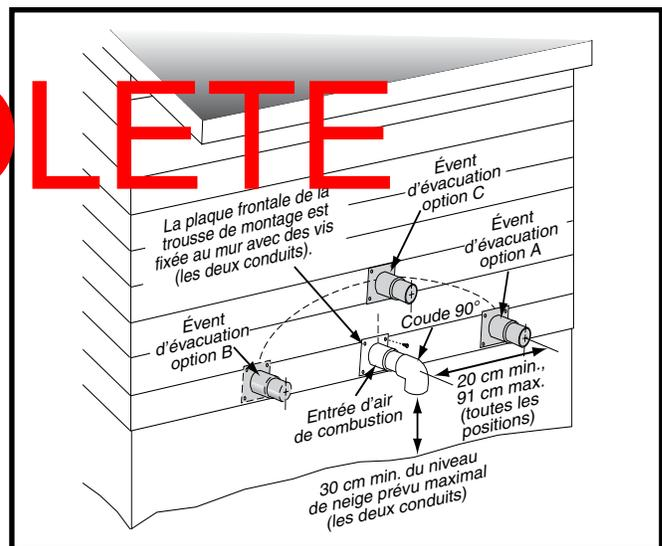
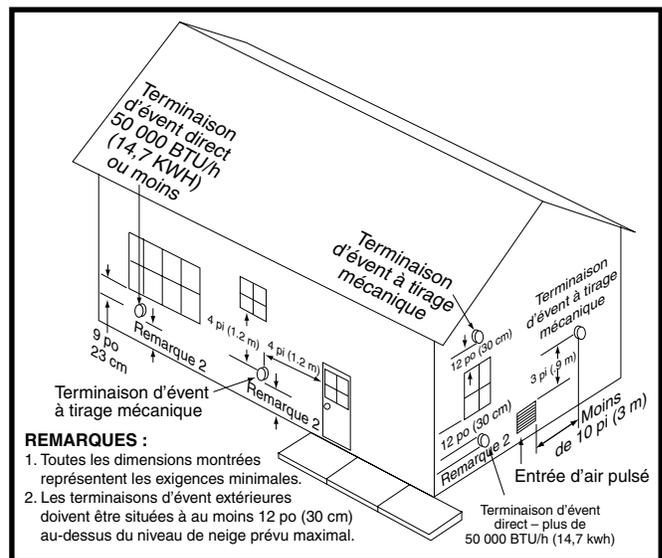
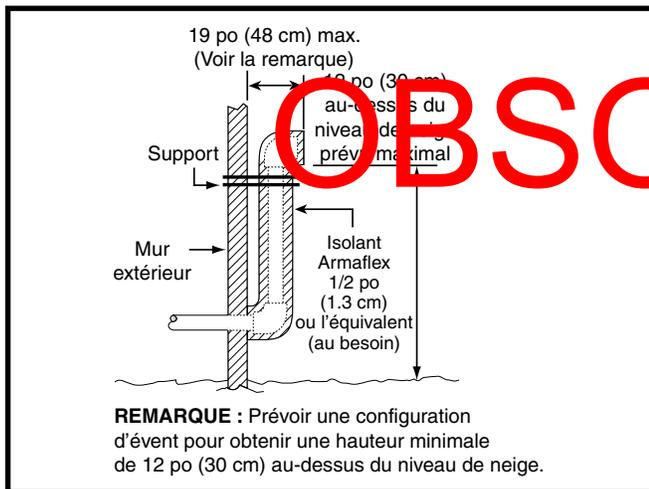

Figure 7. Dégagements du conduit d'admission et du conduit d'évacuation
Figure 8. Emplacements de l'événement
Figure 9. Autre installation d'un conduit d'évent horizontal
- Les terminaisons d'événement et d'admission d'air de combustion doivent être installées comme indiqué aux Figure 7 et Figure 8, et conformément à ces directives :
- Tous les dégagements minimaux doivent être maintenus pour protéger les matériaux du bâtiment contre la dégradation causée par les gaz de combustion. Consulter la Figure 8.
- Lorsque le conduit d'événement doit sortir par un mur extérieur à proximité du niveau du sol ou du niveau de neige prévu et qu'il n'est pas possible d'obtenir les dégagements indiqués à la Figure 7, il est possible d'utiliser une conduite montante, comme indiqué à la Figure 9 (page 12). Il faut utiliser de l'isolant pour éviter le gel de cette section de conduit. Consulter le Tableau 3 (page 15) pour la protection contre le gel de l'événement.